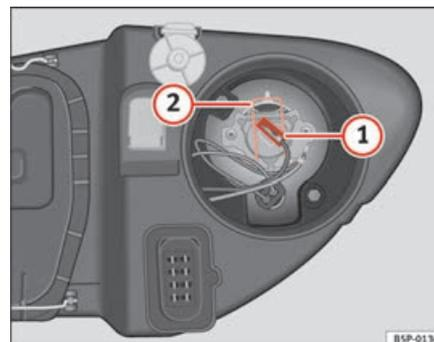

Abb. 191 Fernlicht
- Ziehen Sie den Stecker ⇒ Abb. 191 ① von der Lampe ab.
- Die Haltefeder ⇒ Abb. 191 ② durch Eindrücken und Rechtsdrehung abnehmen.